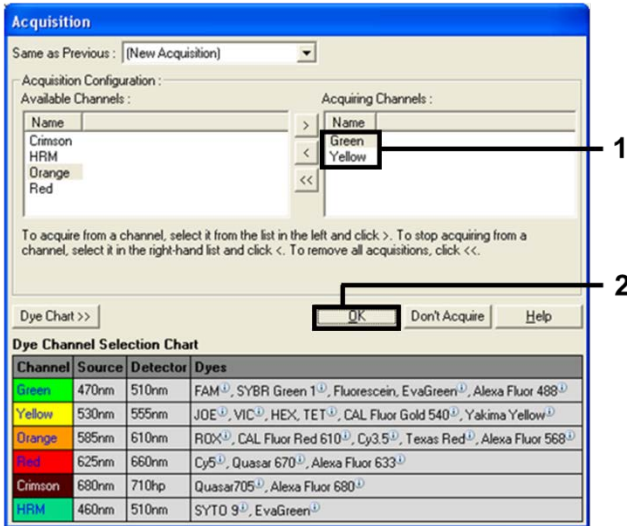

Abbildung 8. Erfassung im Zyklusschritt bei 60 °C.
10. Wählen Sie „Green“ und „Yellow“ als zu erfassende Kanäle aus, indem Sie auf > klicken, um diese Kanäle aus der Liste Available Channels (Verfügbare Kanäle) zu verschieben. Klicken Sie auf OK (Abbildung 8).